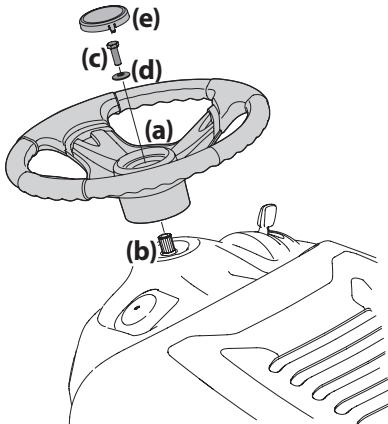

Figure 10
- Assurez-vous que les roues de l'appareil sont dirigées vers l'avant, puis placez le volant de direction (a) sur l'arbre de direction (b). Voir Figure 10.
- Fixez le volant de direction avec le boulon hexagonal qui se trouve sous le capuchon. Serrez le boulon à un couple de 18 à 22 pi-lb (24 à 30 N·m). Voir Figure 10.
- Placez le couvercle du volant de direction (e) au centre du volant de direction (a) et poussez-le jusqu'à ce qu'il s'enclenche en place. Voir Figure 10.